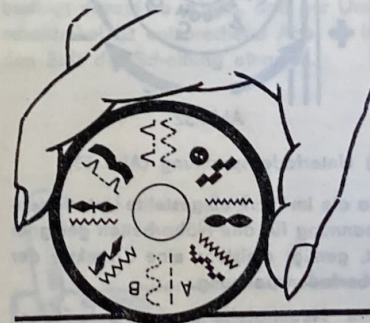

Abb. 27
20. Einstellen der Nähprogramme (Abb. 27, 27 a und 28)
Auf dem Wählgriff 22 sind die Nahtbilder dargestellt. Die eingestellte Naht ist immer oben senkrecht abzulesen (siehe Abb. 27).
Der Wählgriff 22 in Abb. 27 ist auf Stellung 3 eingestellt.
In der Abb. 27 a sind den einzelnen Nahtbildern vom Wählgriff Kennziffern von 1 - 8 zugeordnet.
Abb. 27 a
Wird der Umschalthebel 32 nach vorn in Richtung „A“ gestellt, näht die Maschine die jeweils linke Naht (weiß) und wird der Umschalthebel nach hinten in Richtung „B“ gestellt, näht die Maschine die jeweils rechte Naht (rot) der Abb. 27 a.
Bei allen Beschreibungen im Nähbuch geben wir die Kennzahl der benötigten Naht an (siehe Abb. 27 a).